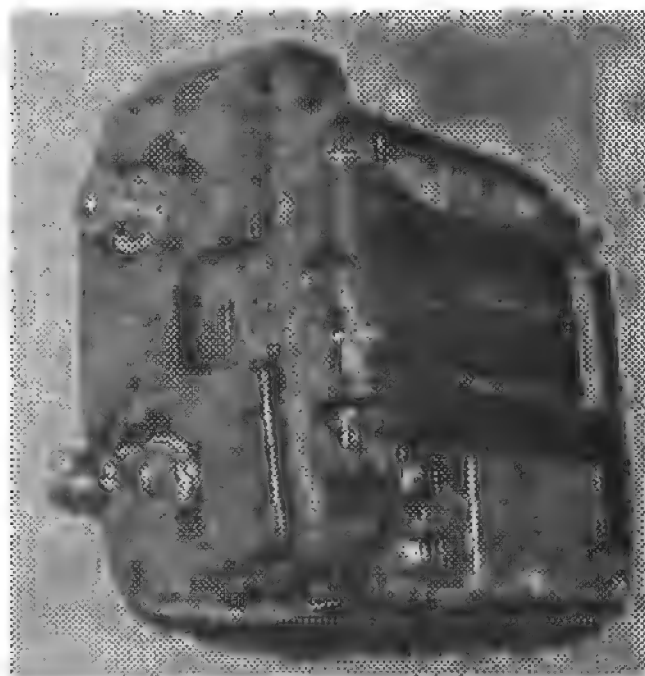

Рис. 6.32 Шаг 2
2. Аккуратно пальцами снимаем ручку переключения каналов (режимов) – самую верхнюю вертикальным движением вверх (относительно корпуса), с небольшим усилием. Затем так же вторую ручку (регулятор громкости), установленную ниже первой. Остается вид, представленный на рис. 6.32.